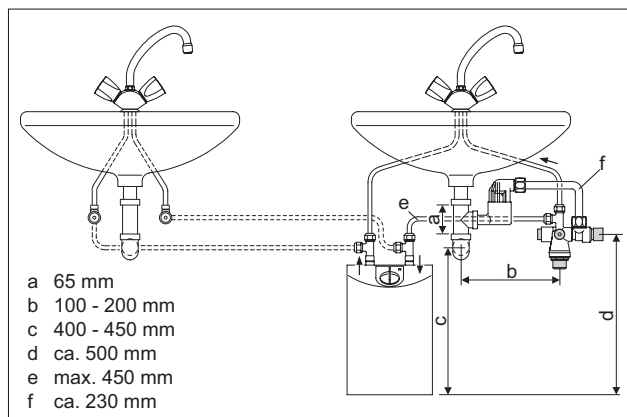

Abb. 5
- Speicher mit Aufhängeleiste senkrecht, Wasseranschlüsse nach oben (Abb. 5), flachdichtend montieren.
Im Kaltwasseranschluss die Sicherheitsgruppe VKU 671 (0,7 MPa) installieren (Abb. 5).
Sollen zwei Waschtische versorgt werden (Abb. 5), empfehlen wir den Zubehörsatz Z 672, T-Stücke, Bestell-Nr. 070558.